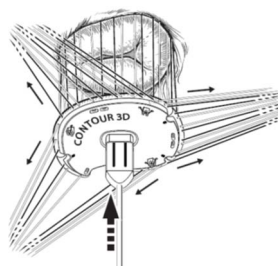
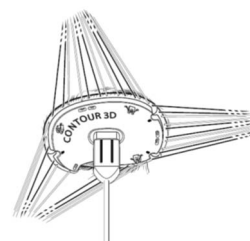

図 9
図 10
- 1) すべての縫合糸を掛け終えたら、弁形成リングに掛けた縫合糸を引っ張りながら、ホルダおよびハンドルを用いて弁形成リングを弁輪部へ落とし込む(図 9 及び図 10)。